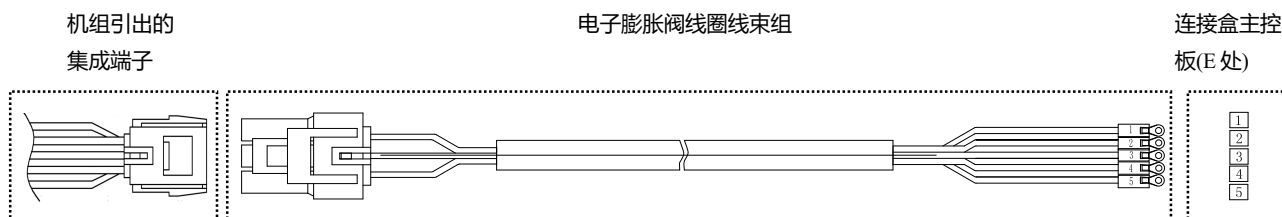

图 6.4 电子膨胀阀线圈接线示意图
6) 电子膨胀阀线圈：工厂内已经装配完成，每个独立盘管预留一个或两个集成端子；厂外需采用连接盒随机附件或机组随机附件袋中的电子膨胀阀线圈线束组件与此集成端子对接，然后将电子膨胀阀线圈线束组件中每个端子对应颜色跟标签固定至连接盒端子上（E 处）。见下图 6.4：